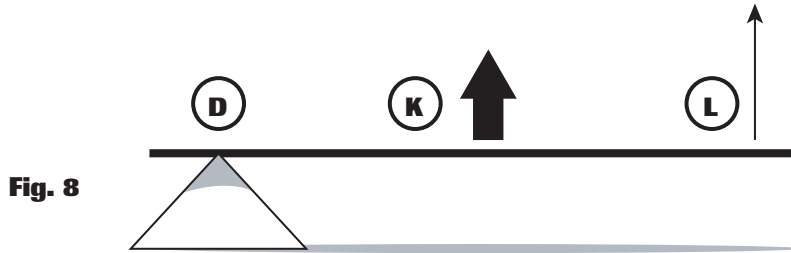

Fig. 8
- (b) Kraft und Last wirken in die gleiche Richtung. (Fig 8.) Wenn man z.B. einen Baseballschläger, einen Tennisschläger oder einen Golfschläger nach vorne schwingt, um den Ball zu treffen, dann fliegt der Ball ebenfalls nach vorne.